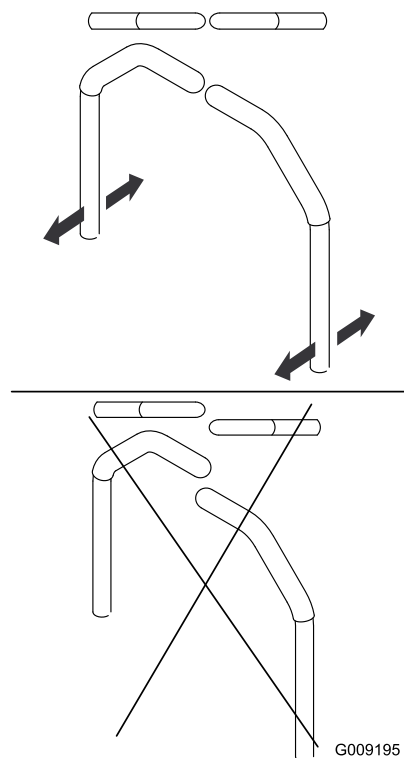

Figure 52
9. Réglez l'alignement avant/arrière des leviers en les plaçant tous deux à la position **POINT MORT**, puis faites-les coulisser jusqu'à ce qu'ils soient alignés, et serrez les boulons (Figure 52).